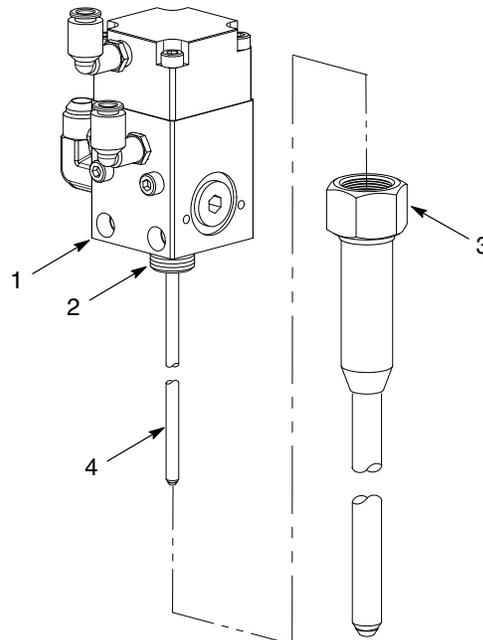

Figura 8 Pulizia di un ugello bloccato
4. Vedi figura 8. Eseguire quanto segue:
- a. Rimuovere con cautela l'ugello (3) dalla valvola di erogazione (1).
- b. Pulire l'ugello (3) e i filetti della valvola di erogazione (2) con un solvente compatibile.
- c. Pulire lo stelo del pistone (4) sulla molla di chiusura e le valvole di erogazione dell'ugello da 205-mm con un solvente compatibile.